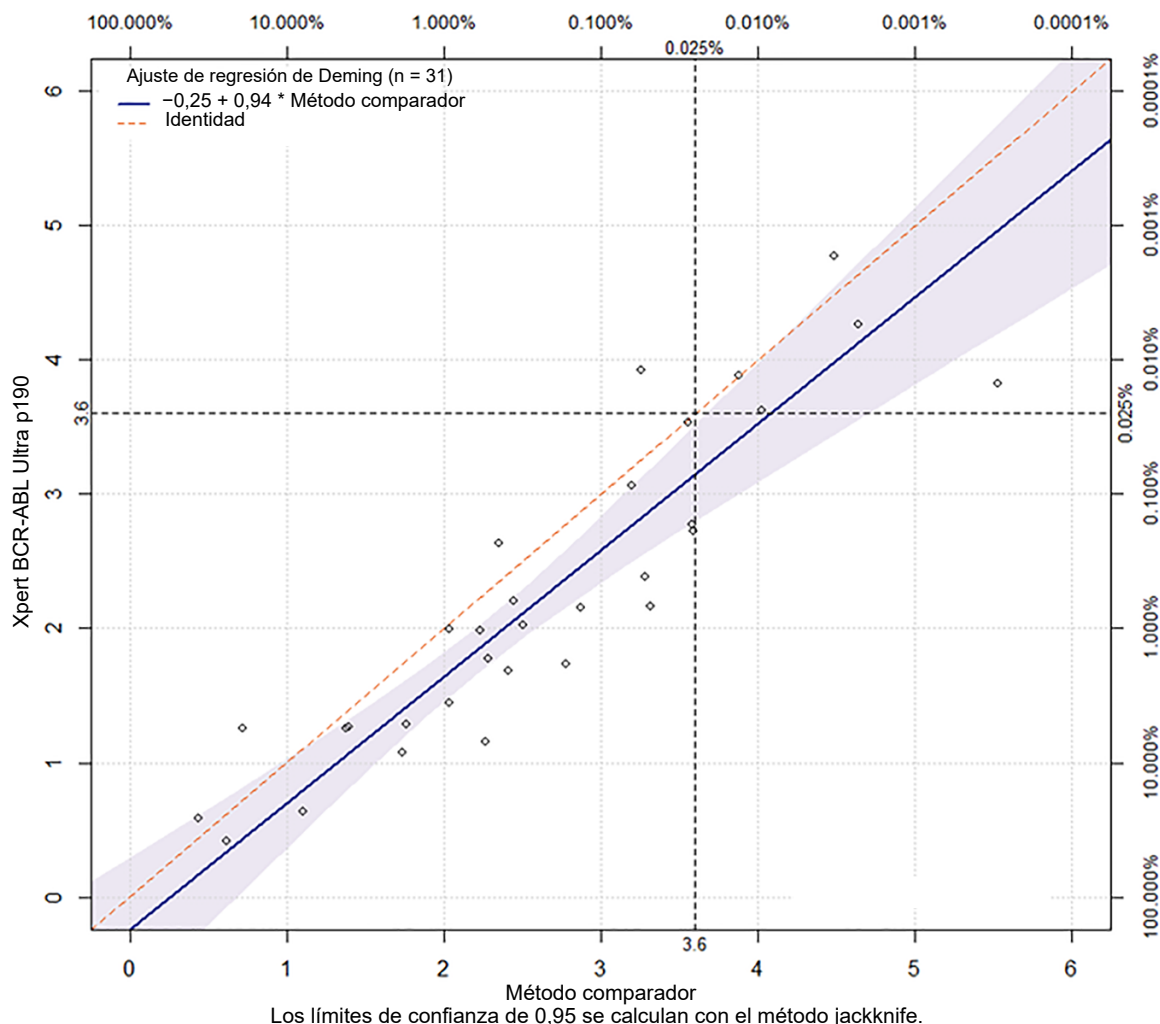

Figura 10. Análisis de regresión de Deming para LR
El análisis de regresión de Deming para los resultados de la proporción porcentual (PR) muestra una buena correlación entre la prueba Xpert BCR-ABL Ultra p190 y las mediciones del método comparativo, en términos de medición de la PR. La ordenada al origen fue de 0,01 y la pendiente fue de 1,08; ambas cumplieron con los criterios de aceptación. El coeficiente de correlación de Pearson fue de 0,814. Se realizó una reducción logarítmica (LR) para normalizar la distribución de datos de la PR. Se realizó un análisis de regresión de Deming usando mediciones de LR, que se indican en la Figura 10 a continuación.
En la Figura 10 se muestra una alta correlación entre la prueba Xpert BCR-ABL Ultra p190 y las pruebas del método de comparación para las mediciones de LR. El análisis de regresión de Deming tiene una pendiente de 0,94 y una ordenada al origen de -0,25. Los resultados del análisis de regresión de Deming para los valores de LR también cumplieron con los criterios de aceptación para la ordenada al origen y la pendiente. La correlación global (Pearson) $r = 0,904$ fue alta.